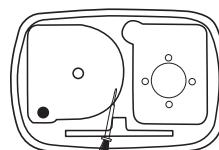

Рис. 6
4. Очистите бак для воды теплой водой и мягким мылом, протрите базу влажной тканью. Используйте кисточку, предназначенную для чистки ультразвуковой мембранны (**рис. 6**).